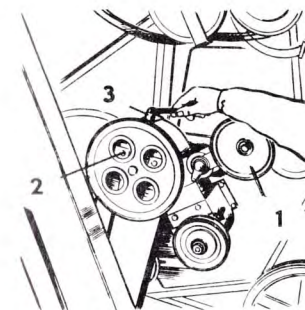

Bild 55.
- 4.a.1. Lossa spännrullen 1, bild 55, från drivremmen.